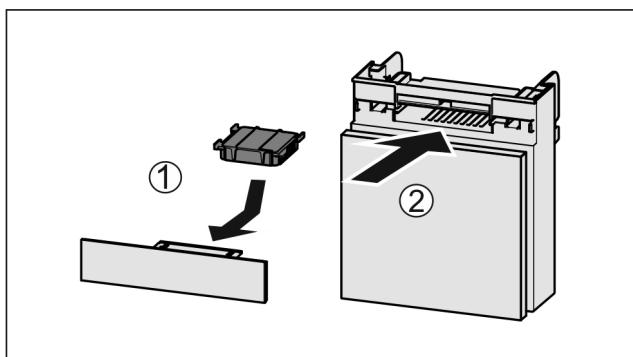

Fig. 70
- Įdėkite Fig. 70 (1) aktyviosios anglies filtrą pagal paveikslėlį.
- Išstumkite Fig. 70 (2) stalčių.